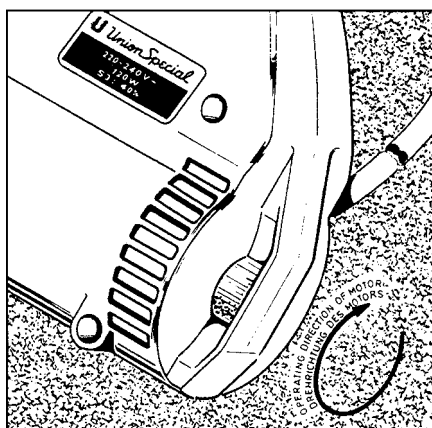
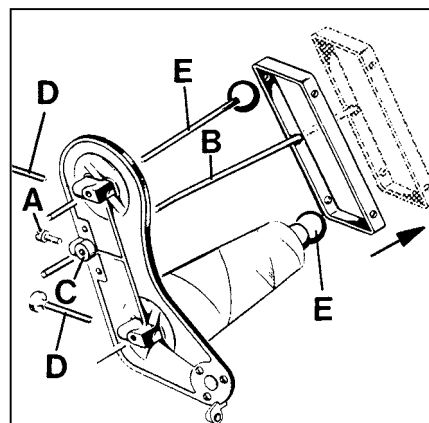
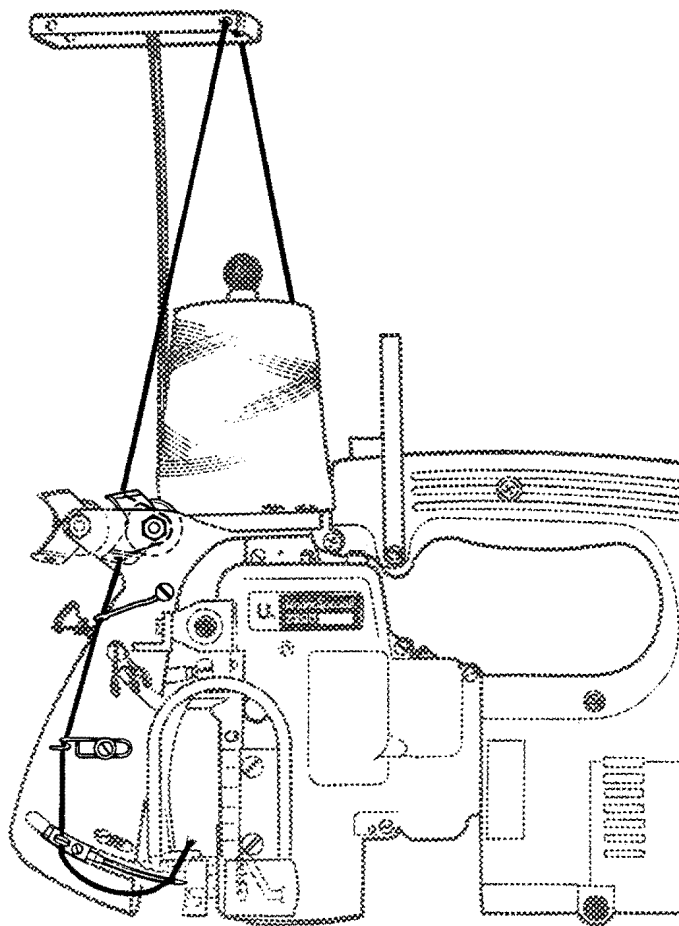

Fig.2
Fig.3
Fig.4
Check by turning the motor handwheel in operating direction (see Fig. 2) if the machine works. A slight resistance will be felt as the feed dog rises. Loosen screw (A, Fig. 3) and set thread rod (B) so that its lower end is flush with the underside of thread cone support (C). Retighten screw (A).
Prüfen Sie durch Drehen des Motor-Handrades in Drehrichtung (siehe Fig. 2), ob die Maschine arbeitet. Beim Hochgehen des Transporteurs wird ein leichter Widerstand spürbar.
Lösen Sie die Schraube (A, Fig. 3), und stellen Sie die Fadenstange (B) so, daß ihr unteres Ende mit der Unterseite des Garnrollenträgers (C) bündig ist. Ziehen Sie die Schraube (A) wieder an. Prüfen Sie die Einfädelung der Maschine. Beachten Sie die Einfädelanleitung Fig. 4 und den Abschnitt "EINFÄDELN".
Loosen thumb screw(s) (D, Fig. 3) in the thread cone support, pull out the spool pin(s) (E) and remove the empty thread cone(s).
Thread the machine as shown in Fig. 4.
For threading the looper (double locked stitch machines only) open the hinged cover (A, Fig. 4) and turn motor handwheel in operating direction until the needle is in its lowest position below the throat plate. Reclose hinged cover (A) after threading.
The tension (L, Figs. 4 and 13) controls the looper thread and the tension (N) controls the needle thread. Only a slight tension should be applied on the looper thread. The tension applied on the needle thread depends upon the size of the thread and the thickness of the fabric to be sewn and has to be regulated till the machine sews and chains off perfectly.
The presser foot pressure is regulated with the knurled regulating screw (B, Fig. 4).
Lösen Sie die Rändelschraube(n) (D, Fig. 3) im Garnrollenträger, ziehen Sie den (die) Spulenstift(e) heraus und entfernen Sie die leere(n) Garnrolle(n).
Fädeln Sie die Maschine wie in Fig. 4 gezeigt ein.
Zum Einfädeln des Greifers (nur bei Doppelkettenstichmaschinen) öffnen Sie die Verschußklappe (A, Fig. 4) und drehen am Motor-Handrad in Drehrichtung bis die Nadel in der tiefsten Stellung unter der Stichplatte ist.
Die Spannung (L, Fig. 4 und 13) reguliert den Greiferfaden und die Spannung (N) den Nadelfaden.
Der Drückerfußdruck wird mit der gerändelten Stellschraube (B, Fig. 4) reguliert.
Loosen the screw (D, Fig. 4) for the needle and draw out the needle. Insert the shank of the new needle as far as it will go into the needle seat and with the flat on the shank facing to the front.
Lösen Sie die Schraube (D, Fig. 4) für die Nadel und ziehen Sie die Nadel heraus. Stecken Sie den Kolben der neuen Nadel bis zum Anschlag in den Nadelsitz und so, daß die Fläche am Kolben nach vorne zeigt.